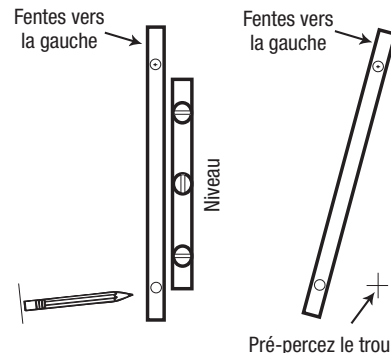

Figure 2
**Étape 5:** Déplacez prudemment le bas des montants et pré-percez les trous marqués, tel qu'illustré à la **Figure 2**.